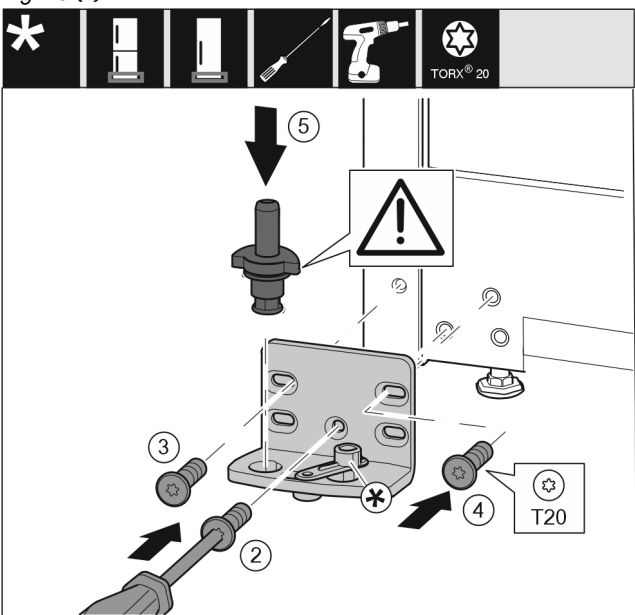

Fig. 19
- Applicare il blocco di supporto sull'altro lato e avvitare con un cacciavite T20. Iniziare dalla vite 2 in basso al centro. Fig. 19 (2)
- Serrare la vite 3 e 4. Fig. 19 (3,4)
- Inserire completamente il perno di supporto. Fare attenzione che la camma di arresto sia rivolta verso il lato posteriore. Fig. 19 (5)